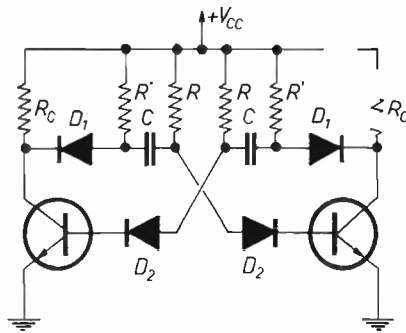

figura 3
il che è possibile solo usando transistori con valore di β molto alto. Se per esempio $\beta = 400$ si può scegliere $R_C = 1 \text{ k}\Omega$ e fissare $R = 220 \text{ k}\Omega$ ottenendo una forma d'onda ragionevolmente quadra in uscita. Un'altra soluzione del problema è quella indicata in figura 3, in cui si utilizzano i diodi D_1 per separare il nodo d'uscita dal condensatore C durante la fase di salita. Infatti nel fronte di salita il diodo D_1 si interdice e disconnette il collettore dal condensatore.
Nella figura 3 sono indicati anche i diodi D_2 il cui scopo è quello di proteggere le basi dei transistori nella fase di interdizione rispetto a un valore eccessivo della tensione negativa che potrebbe superare il valore della tensione di rottura BV_{EBO} della giunzione BE.
Innanzitutto è garantito l'innescò delle oscillazioni contro i pericoli di stallo, e in secondo luogo, come si è già visto nello schema di figura 3, è garantita la sopravvivenza delle giunzioni BE dei due transistori. Però il risultato più interessante è che l'effetto di tutti questi diodi è quello di ridurre la dipendenza della frequenza di oscillazione dalle tensioni terminali V_{BEsat} , V_{CEsat} e $V_{BE\gamma}$ dei transistori; ne consegue che la formula (5) in questo caso non è più una approssimazione, ma è valida esattamente. Grazie a questa ridotta (idealmente nulla) dipendenza dai parametri dei dispositivi, migliora notevolmente la stabilità di frequenza delle oscillazioni sia rispetto alla temperatura che rispetto al valore della tensione d'alimentazione. In realtà quello che si sfrutta per ottenere la validità della (5) sono degli effetti di cancellazione tra le cadute dirette dei diodi e certe tensioni terminali dei transistori.